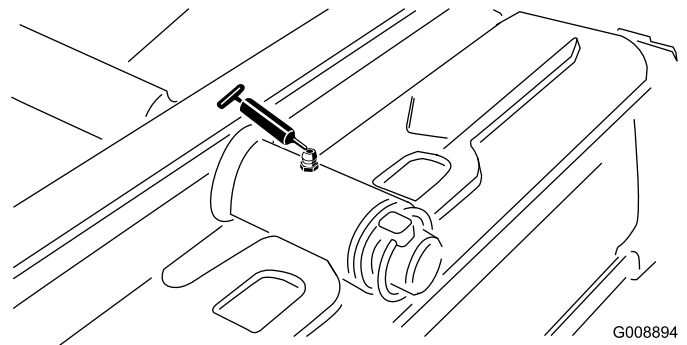

Figura 50
- Articulação da unidade de corte traseira (Figura 50)